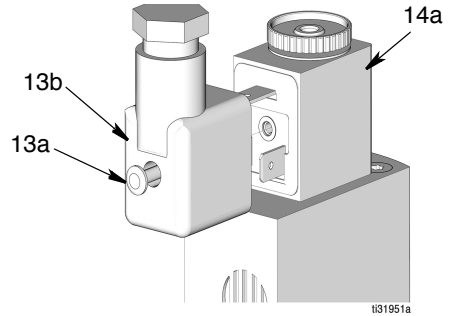

图 10
14. 将 DIN 接头 (13b) 重新连接到电磁阀接头 (14a) (图 10)。
15. 拧紧微型 DIN 电磁阀接头 (13b) 背面的螺丝 (13a) (图 10)。